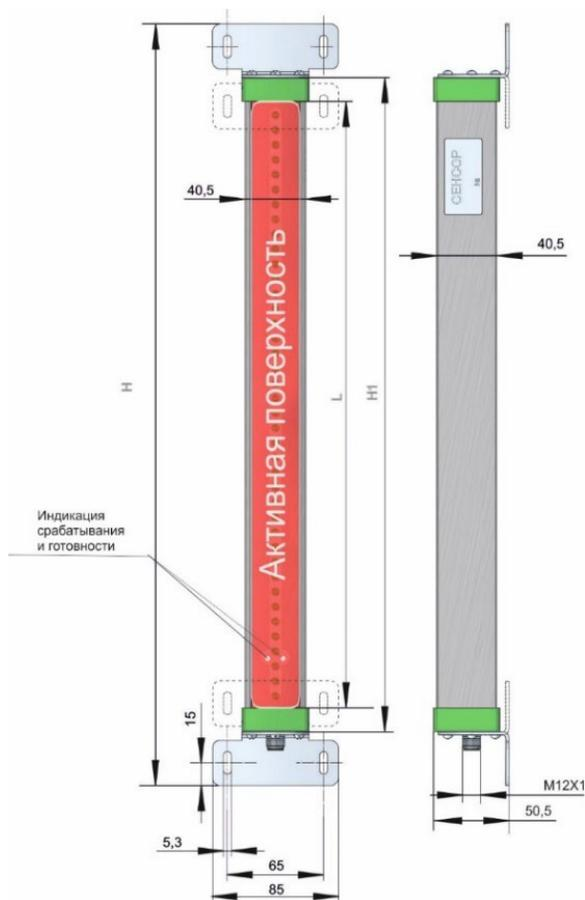

Рисунок 1 - Внешний вид и габаритные размеры
3.1 Внешний вид и габаритные размеры приемника приведены на рис. 1.
б) Сориентировать излучатель и приемник относительно друг друга до момента погасания красного светодиода индикации настройки (см. рис. 1) на приемнике;